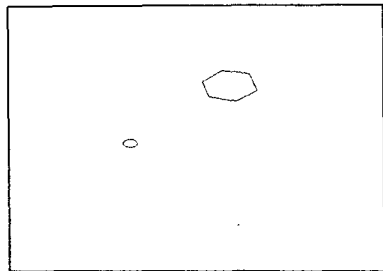
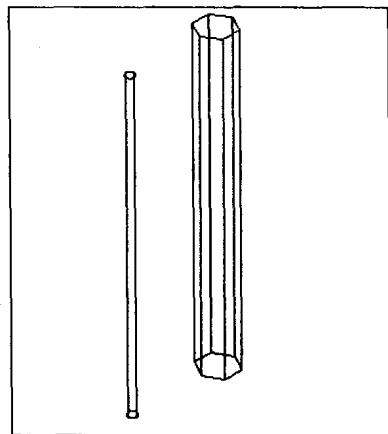
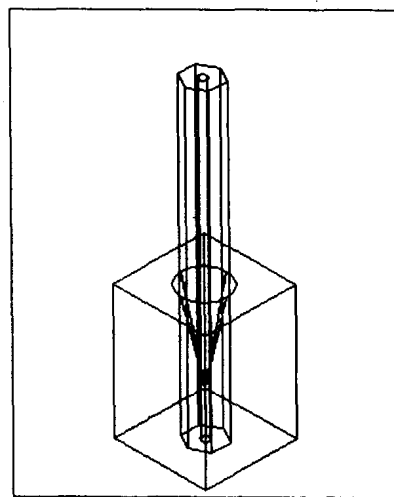

图 1-4
图 1-5
图 1-6
①选择要从中删除的实体或面域；选择对象：选取长方体↵。②选择要删除的实体或面域；选择对象：选取圆锥↵。
6. 单击  图标，以 (70,0,0) 为中心画一个边长为 4 的正六边形。见图 1-4。
①选择对象：选择圆↵。②指定拉伸高度或[路径 (P)]: 70↵。③指定拉伸的倾斜角度<0>: ↵。这时圆已经变为一个圆柱了。
8. 同理按上述步骤将正六边形变为高 70 的正六边形柱。见图 1-5。
①选择要从中删除的实体或面域；选择对象：选取正六边形柱↵。②选择要删除的实体或面域；选择对象：选取圆柱↵。
12. 单击  → 【实体编辑】 → 【差集】将方块削去。见图 1-6。